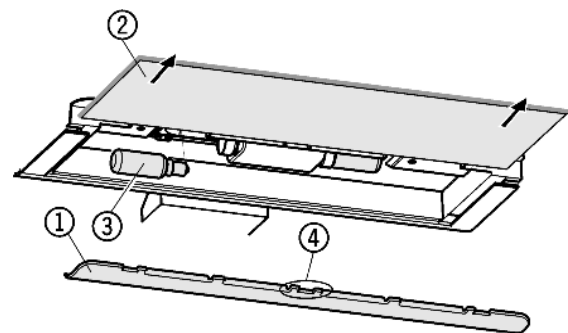

Fig. 17
- ▶ Scherm Fig. 17 (1) afnemen: neem het scherm met de vingers vast en klik los.
- ▶ Glasplaat Fig. 17 (2) uitnemen.
- ▶ Vervang de gloeilamp Fig. 17 (3).
- ▶ Scherm weer opsteken: rechts en links vastklikken, waarbij u ervoor zorgt dat de haak Fig. 17 (4) in het midden over de glasplaat komt.